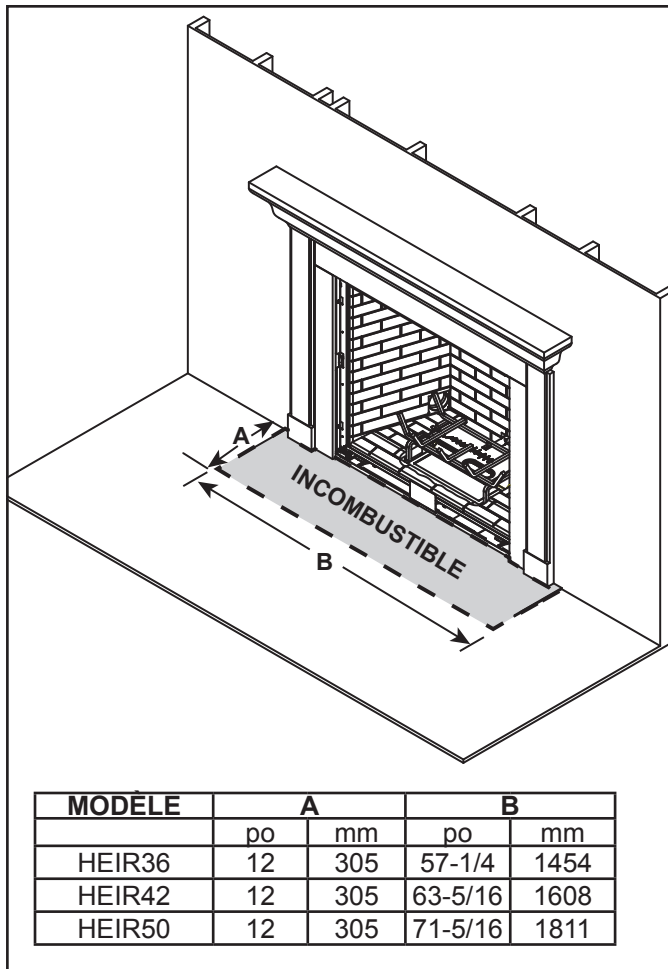

Figure 3.10 Dimensions du prolongement de l'âtre incombustible
- Le prolongement de l'âtre doit être incombustible et servir à protéger les planchers inflammables devant l'appareil. Voir les figures 3.10 et 3.11.